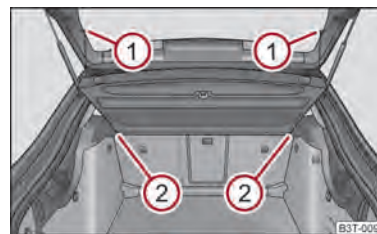

Abb. 72 Ausbau der Gepäckraumabdeckung
- Hängen Sie die Haltebänder aus ① ⇒ Abb. 72.
- Ziehen Sie die Abdeckung aus der Halterung ② horizontal nach hinten heraus.
- Beim Wiedereinbau schieben Sie zuerst die Gepäckraumabdeckung in die Halterung ② und hängen dann die Haltebänder ① an der Gepäckraumklappe ein.